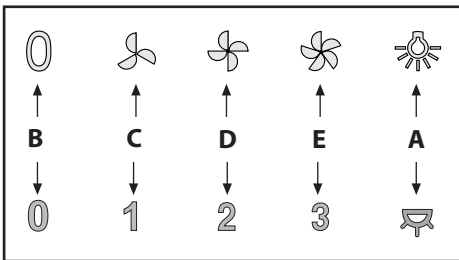

Fig.9
• Органы управления (Рис.9) Механические: